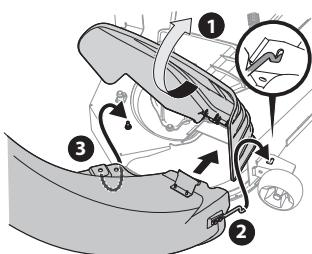

Figure 22
- Faites tenir le déflecteur d'éjection en position relevée (voir Figure 22, 1) puis mettez la goulotte en place.
- Insérez la tige de montage dans le trou du montant de roue. Voir Figure 22, 2.
- Enfilez le trou situé du côté gauche de la goulotte sur le goujon qui dépasse du plateau de coupe, comme illustré à la Figure 22, 3.